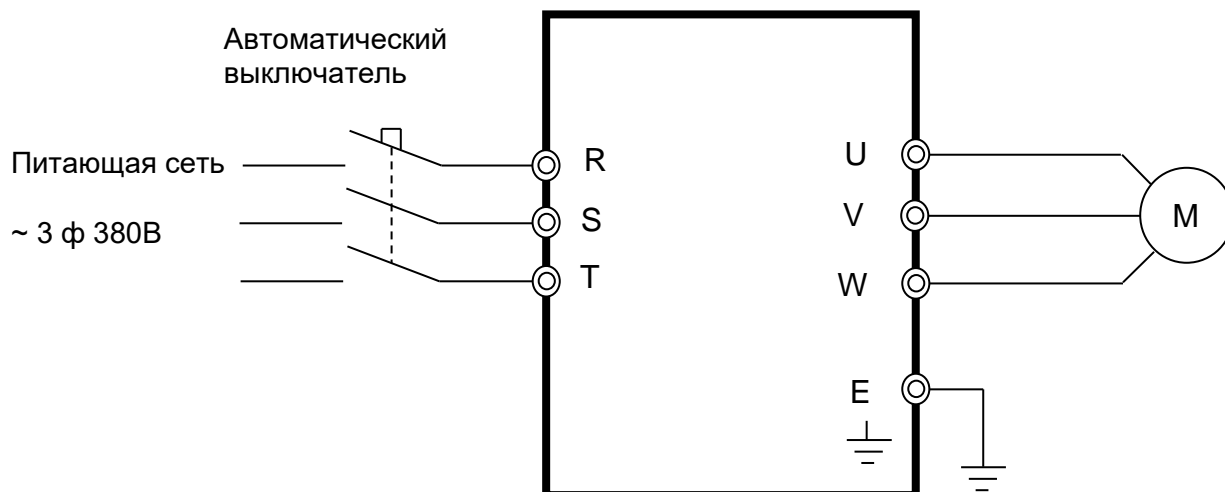

Рис. 8.2. Схема подключения силовых цепей ПЧ E4-P8402
8.2. Подключить проверяемый ПЧ по схеме, приведенной на рис. 8.2.